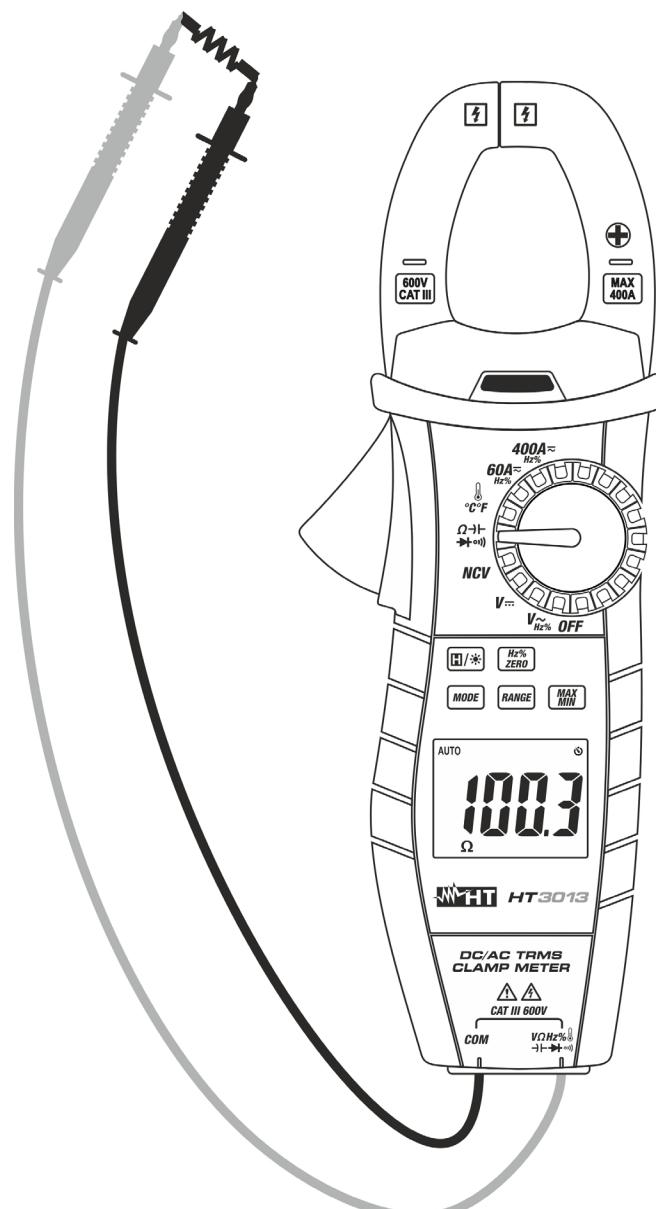

Fig. 7: Utilização da pinça para a Medição de Resistências
3. Colocar as ponteiras nos pontos pretendidos do circuito em exame (ver Fig. 7). O valor da resistência será apresentado no display.